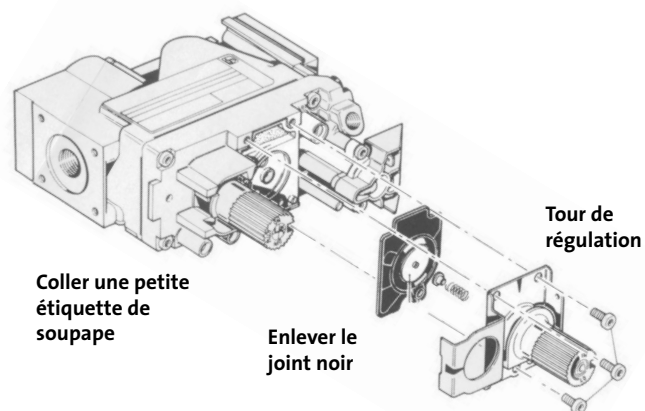

Figure 7.6. Conversion du régulateur.
6. **CHANGEZ LA TOUR DU RÉGULATEUR VARIABLE** sur la soupape de commande de gaz. Voir la figure 7.6.